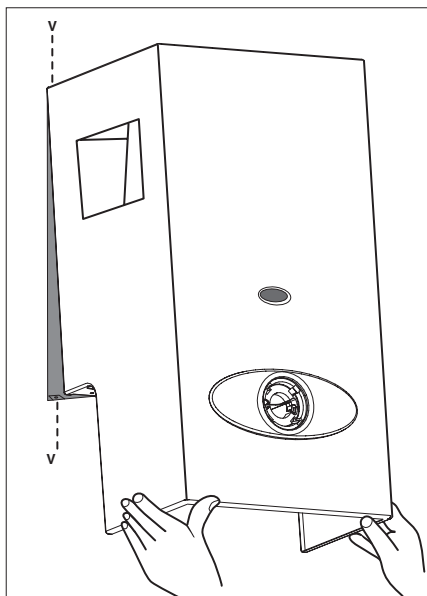

Fig. 8
- Dévisser les quatre vis "V" (fig. 8, page 5) de fixation de l'habillage.
- Présenter l'habillage (fig. 8).